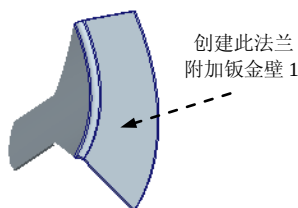
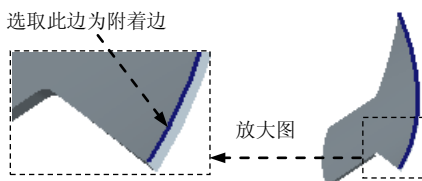

图 11.7.10 创建法兰附加钣金壁特征 1
图 11.7.11 定义附着边
Step6. 创建图 11.7.10 所示的法兰附加钣金壁特征 1。
(1) 选择下拉菜单 **插入(I) → 钣金件壁(W) → 法兰(F)...** 命令, 系统弹出“法兰”操控板。
(2) 选取附着边。在系统 **选取要连接到薄壁的边或边链** 的提示下, 选取图 11.7.11 所示的模型边线。